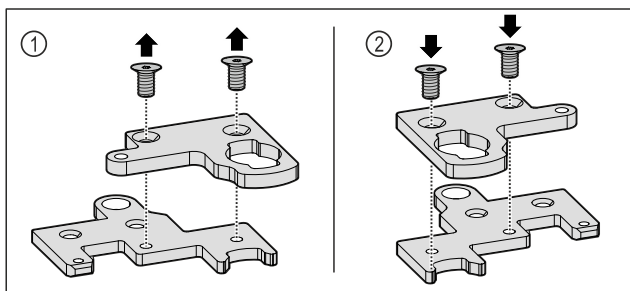

Fig. 29
- Disassemblare l'angolo della cerniera composto da due elementi. Fig. 29 (1)
- Ruotare l'angolo della cerniera composto da due elementi di 180° e rimontarlo. Fig. 29 (2)